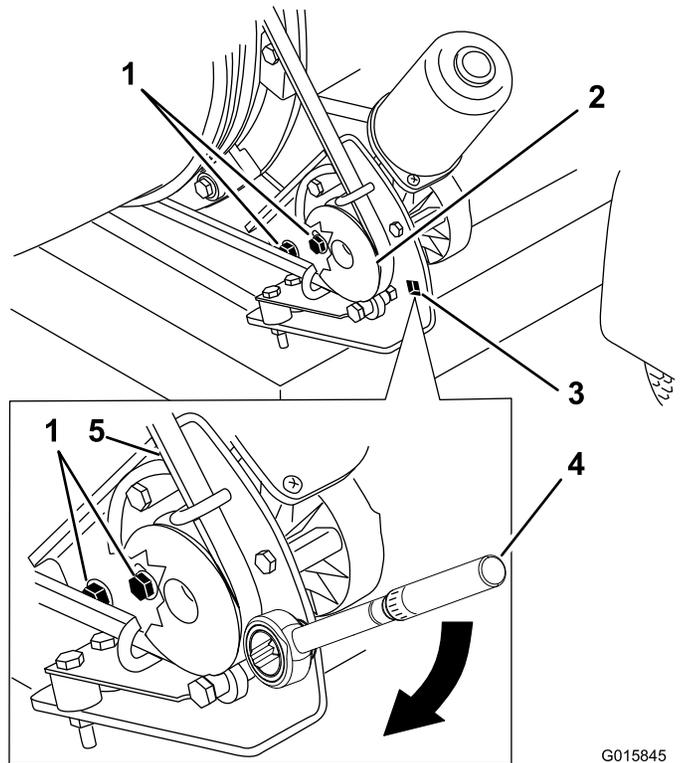

Figura 28
1. Afloje los pernos que sujetan el soporte de montaje de la polea al bastidor del soplador (Figura 28).
2. Coloque una llave dinamométrica en el soporte de montaje de la polea (Figura 28).
3. Gire el soporte de montaje de la polea alejándolo de la tobera hasta que la llave dinamométrica dé una lectura de 22,6 a 26,0 Nm (Figura 28).